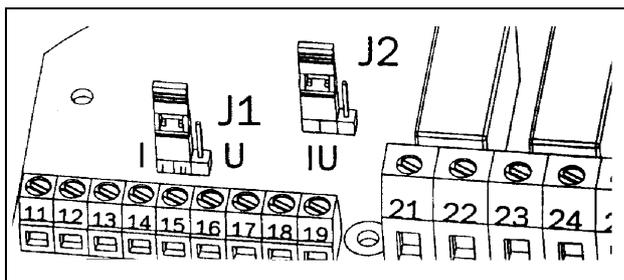

Рис. 44 Выбор В / мА для аналогового выхода.
2. Установите переключку J2 на плате управления в положение, соответствующее напряжению (U) или току (I). Заводская установка – напряжение. См. рис. 44 на с. 49 и рис. 13 на с. 16.